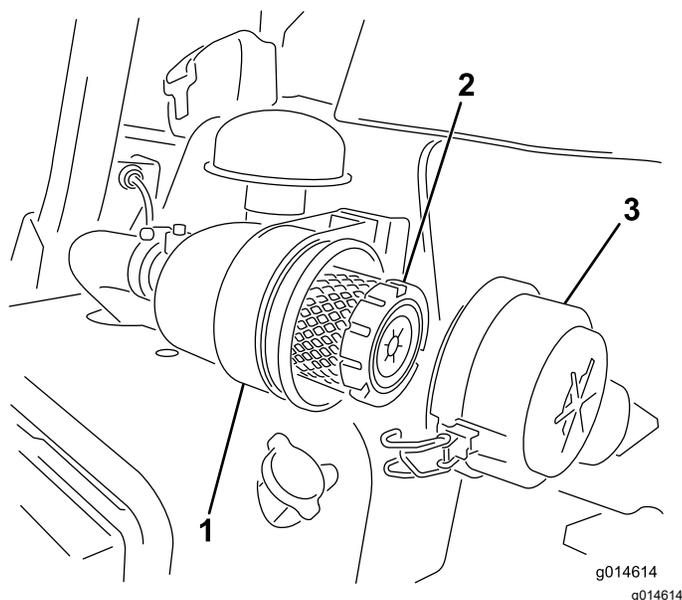

图 33
1. 松开将空气滤清器盖固定到空气滤清器壳体上的搭扣图 33。
7. 固定搭扣 (图 33)。